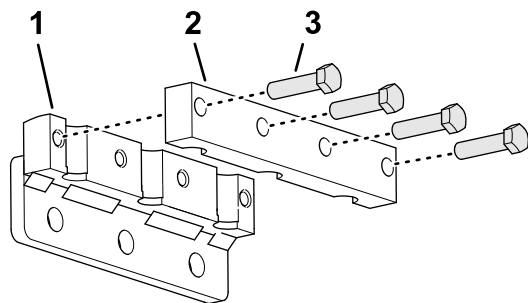

图 40
1. 用 4 个螺栓 3/8 x 1-1/2 英寸将打孔针夹具松松地组装到打孔针夹头上图 40。切勿将螺栓拧得过紧。